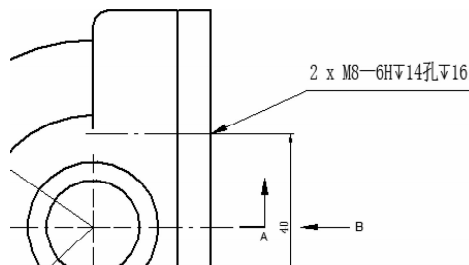

图 9-201 标注螺纹孔规格
(2) 单击【主页】选项卡【注释】区域中的  命令，系统上方弹出命令条，在【尺寸线】上标注出 $2 \times M8-6H \nabla 14 \nabla 16$ ( 可添加特殊字符) 如图 9-201 所示的孔尺寸。